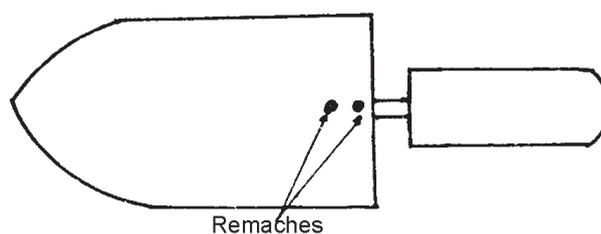

Figura 9
- Coloca la lámina en la parte plana de la varilla, de tal forma que coincidan las perforaciones, y únelos con remaches de 1/8 x 3/8 de pulgada (figura 9).